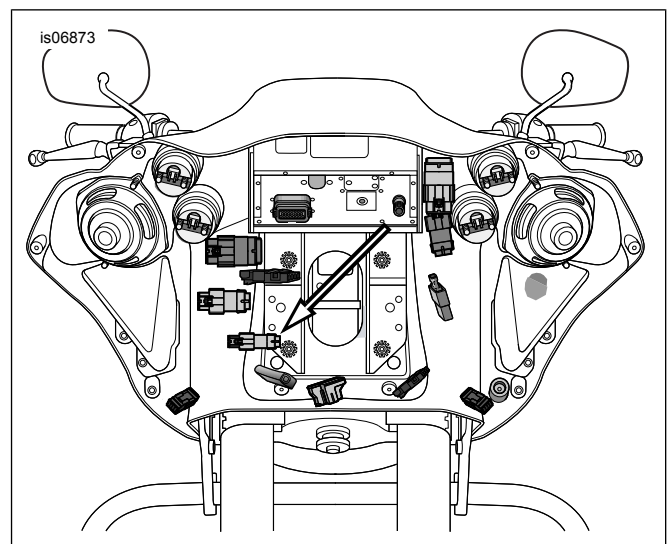

Figura 6. Conector del arnés de puente del sensor de la empuñadura del acelerador (Modelos FLTR)
5. Vea Figura 6 . Conecte la mitad del conector del TGS de la empuñadura derecha a la mitad del conector del arnés.